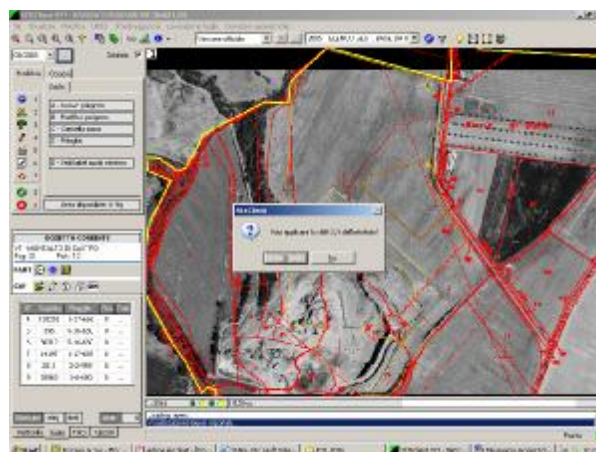

Figura 23
3. scegliere, confermando o meno, se azzerare lo *shift* X, Y dell'immagine di cui al punto a) (**Figura 23**).